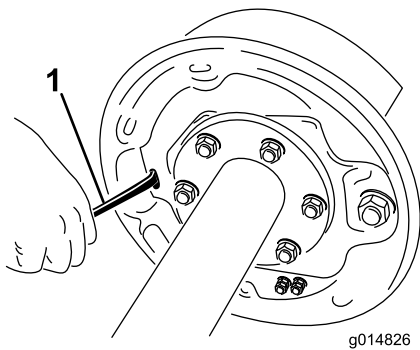

Bild 63
4. Drehen Sie das Sternrad des Einstellers mit einem Schraubenzieher, um die Bremsbacken zu verlängern (Bild 63).